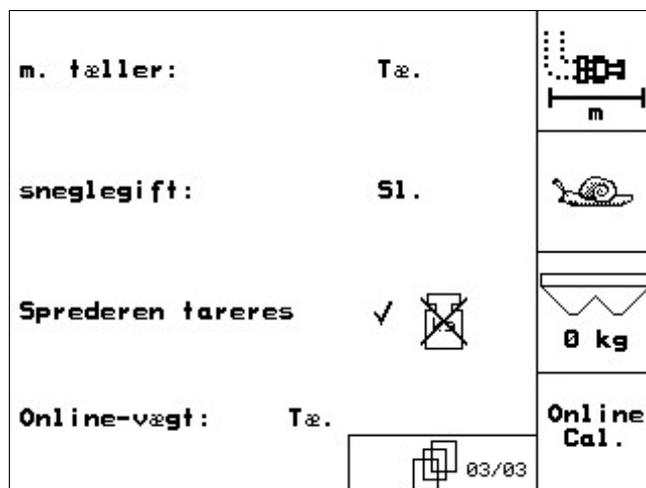

Fig. 40
- Modus online-kalibrering. Når gødningen skal kalibreres permanent under spredarbejdet, skal online gødningskalibreringen tændes. (Fig. 40/1).